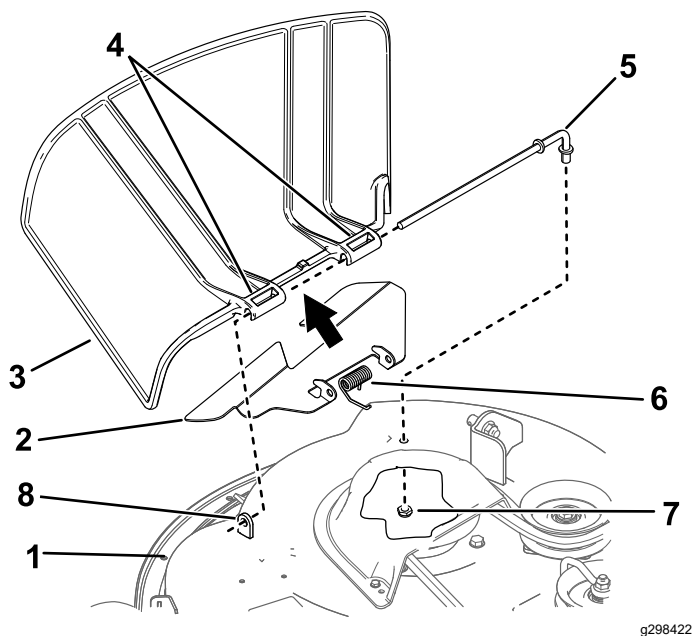

Figura 74
1. Îndepărtați piulă ($\frac{3}{8}$ ") de la tija de sub maina de tuns iarba (Figura 74).
2. Glisai tija în afara distanțierului scurt, arcului, deflectorului și a deflectorului pentru iarbă (Figura 74).
4. Montați noul deflector pentru iarbă și deflector (Figura 74).
7. Glisai tija prin deflector și al doilea pivot al deflectorului pentru iarbă (Figura 74).
9. Fixați capătul din spate al tije la mâna de tuns iarbă cu o piuliță (3/8") așa cum se arată în Figura 74.